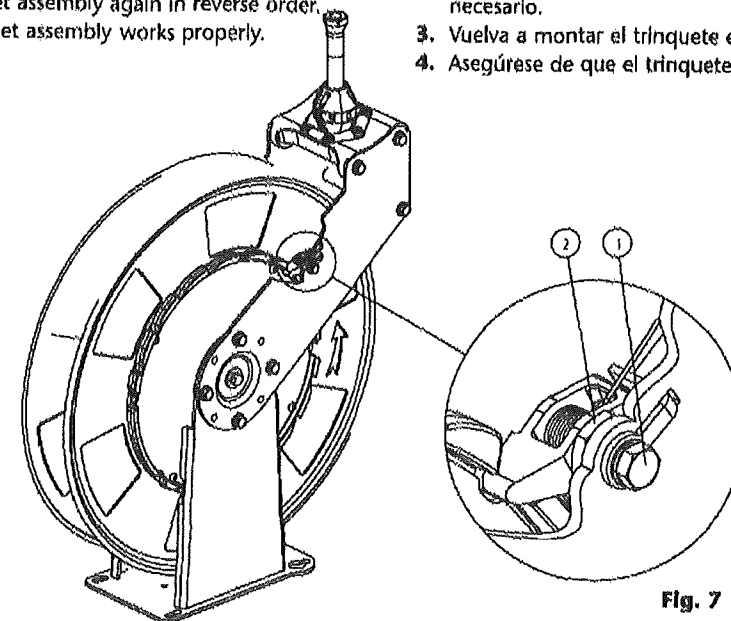

Fig. 7
1. With the hose fully wound on the spool and the hose stopper touching the rollers, remove the screws (1) (fig. 7) holding the nut (2) (fig. 7). Then remove the ratchet assembly.
1. Con la manguera enrollada y el tope manguera apoyado en los rodillos de salida, desenroscar el tornillo (1) (fig. 7), haciendo contratuerca en (2), y retirar el conjunto trinquete.